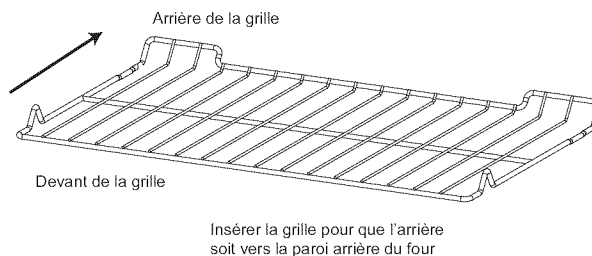

Figure 3: Insérer la grille
4. Pousser complètement la grille supérieure (figure 3).